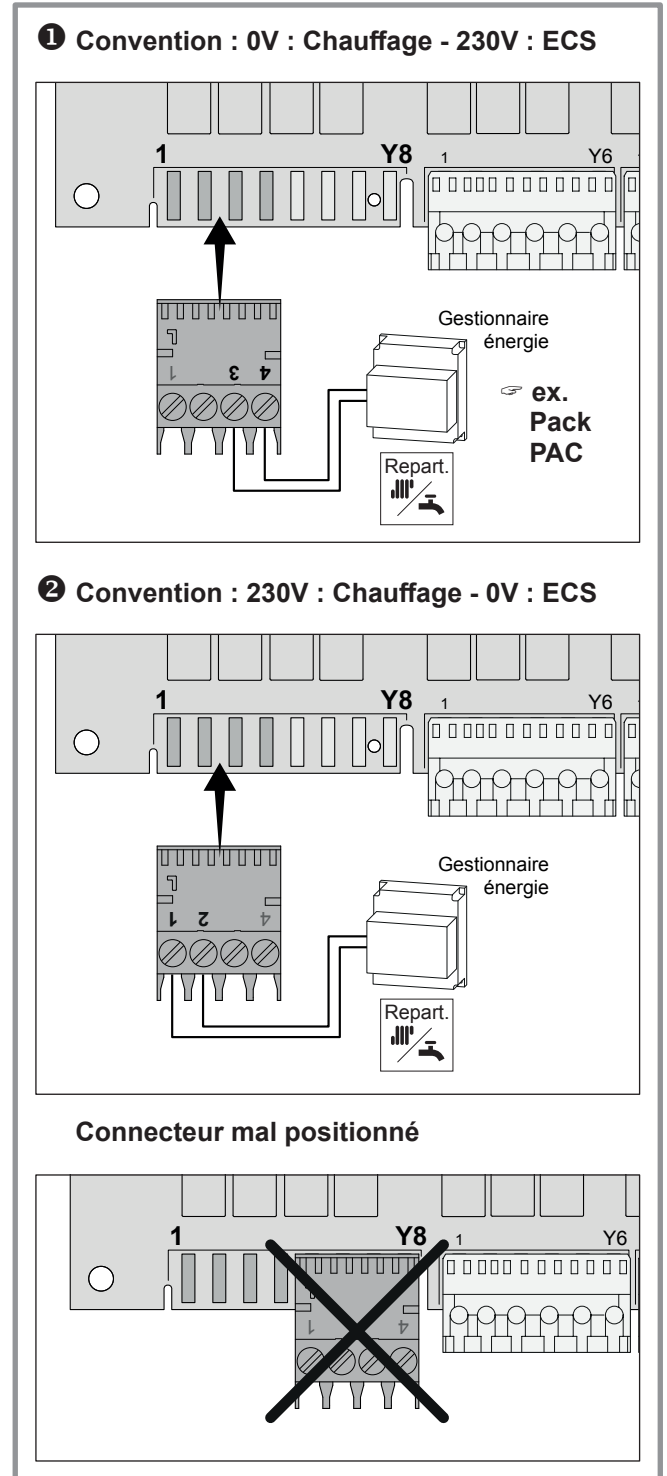

figure 31 - Raccordement (comptage energie)
- Effectuer les raccordements suivant le schéma (*figure 31*).
Respecter la correspondance entre les repères des borniers du module hydraulique et de l'unité extérieure lors du raccordement des câbles d'interconnexion (figure 31).
- Raccorder les alimentations électriques des appoints au tableau électrique (figure 31).
Raccorder le contact "fournisseur d'énergie" sur l'entrée 9 (Tarifs - EX2) (figure 31).
Raccorder le délesteur sur l'entrée 8 (Délestage - EX1) (figure 31).
- Raccorder l'organe externe sur l'entrée 10 (Défauts externes - EX3) (figure 31).